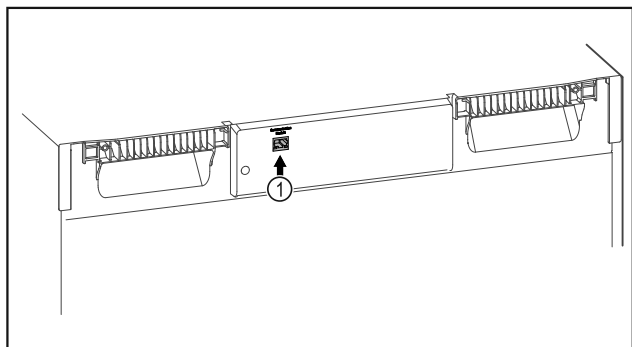

Fig. 80
- ☐ Je používán SmartModule Fig. 80 [1].